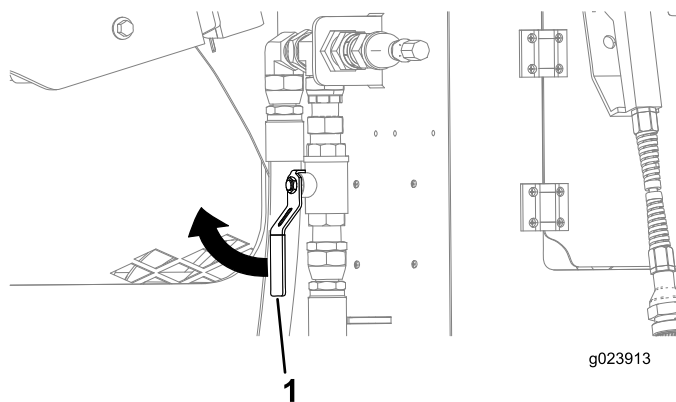

Рисунок 132
4. Убедитесь, что клапан рядом с задним отделением находится в ЗАКРЫТОМ положении (Рисунок 132).